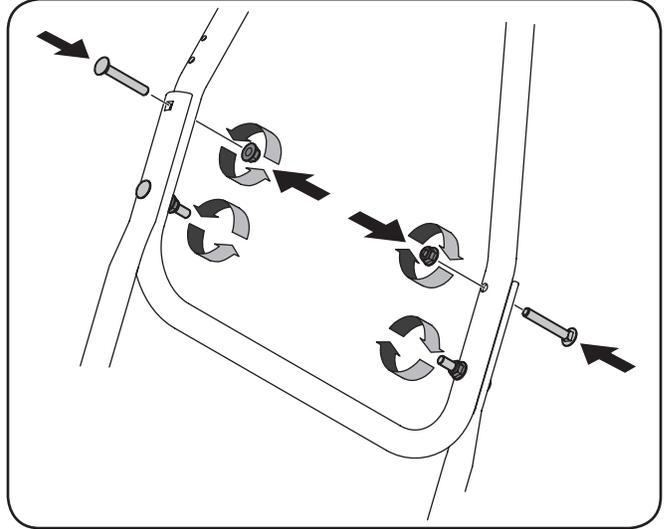

Figure 3-4
- Insérez les deux vis de carrosserie et les deux contre-écrous, retirez antérieurement, comme illustré sur la Figure 3-4.